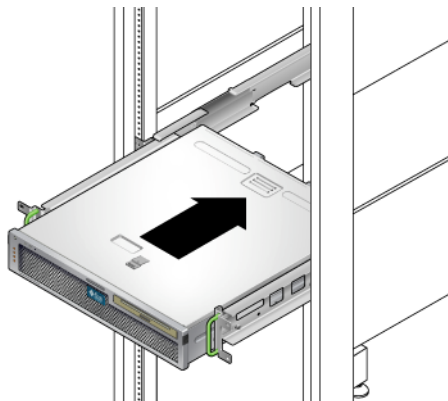

FIGURE 3-20 Coulisement du serveur sur les rails réglables
11. Soulevez le serveur dans le rack et faites-le glisser sur les rails réglables (FIGURE 3-20).